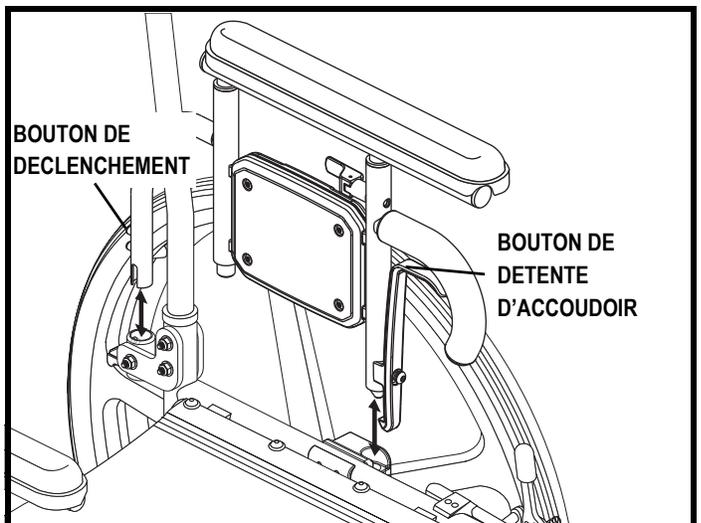

Figure 36. Enlèvement d'un accoudoir à double support
1. Tirez le loquet situé sur l'accoudoir. **Voir la figure 36.**